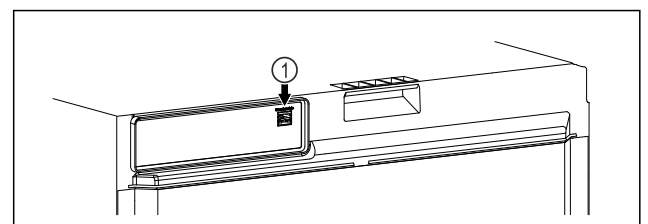

Fig. 114
- SmartModule Fig. 114 (1) встановлено.